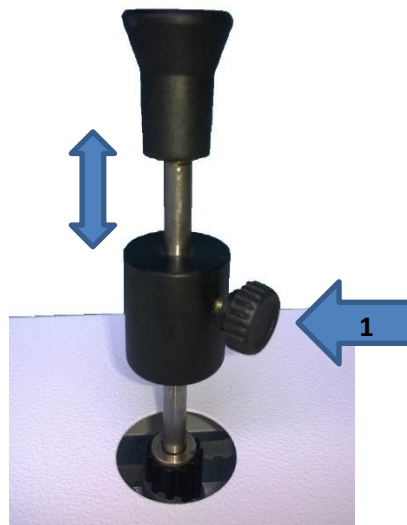

Figura 13
Para o ajuste na altura das hastes deve-se girar o pegador de ajuste (1) da figura 13 no sentido anti-horário, escolher a altura desejada e girar o pegador de ajuste no sentido horário para fixar a haste novamente.